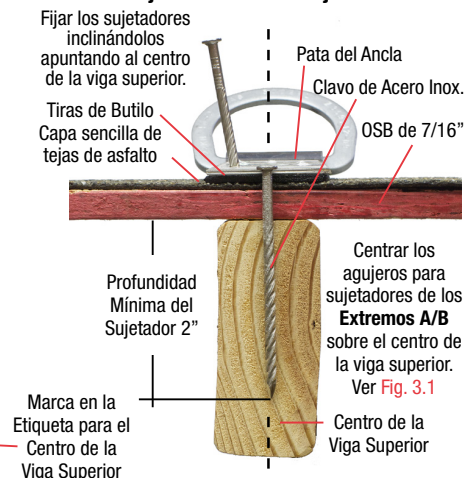

Fig.4
- Sujetadores salidos/desviados. Ver Fig. 4.